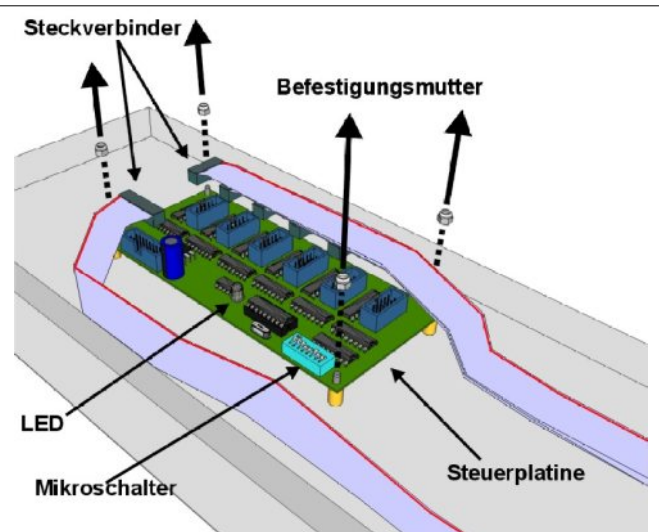

Abb. 8.4: Steuerplatine
4. Die auf der Innenseite der Halterung untergebrachte Steuerplatine (oder Platinen) (Abb.8.4), an welche die nicht funktionierenden Anzeigeleitplatinen angeschlossen sind, bestimmen; danach alle Steckverbinder aus der Platine herausnehmen und deren Position Vermerken.
5. Mittels eines 5,5 mm Schlüssels die 4 Befestigungsschrauben der Steuerplatine abschrauben (Abb.8.4) und sie aus ihrem Sitz entfernen.